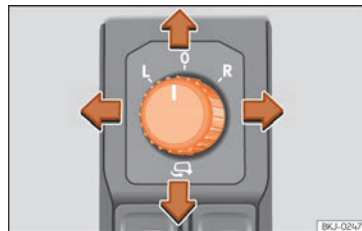

Abb. 148 Drehschalter für die Außenspiegel.
1. Drehen Sie den Drehschalter »» **Abb. 148** in Stellung **L (linker Außenspiegel)**.
- Zum Anklappen der Außenspiegel drehen Sie den Drehknopf » **Abb. 148** in Stellung . Sie sollten die Außenspiegel immer anklappen, wenn Sie eine automatische Waschanlage durchfahren, um Beschädigungen zu vermeiden.